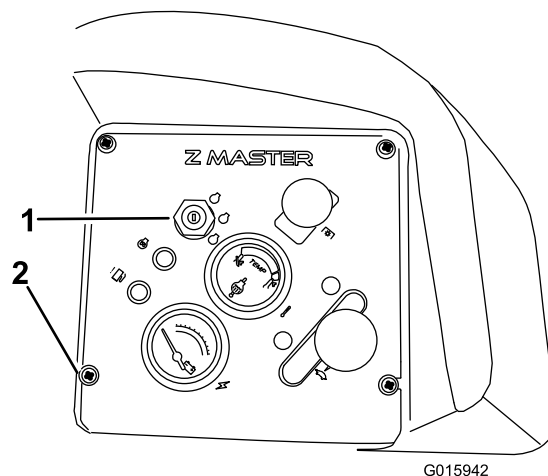

Figura 13
- Retire los 4 tornillos del panel de control (Figura 13).